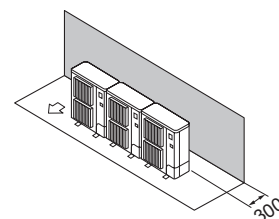

Fig. 2-12
- ① Kliūtys tik gale (Fig. 2-12)